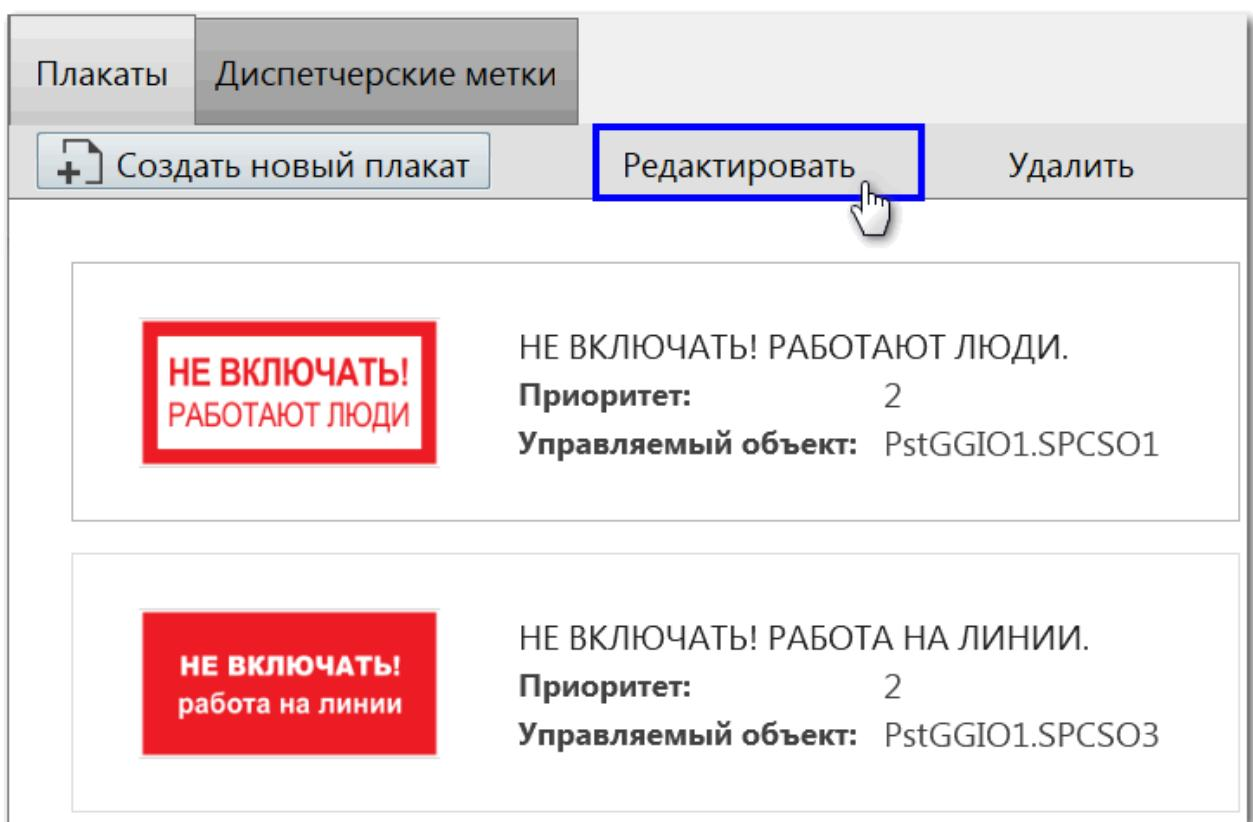

Рисунок 123 - Редактировать плакат
- Нажмите **Редактировать** (Рисунок 123).